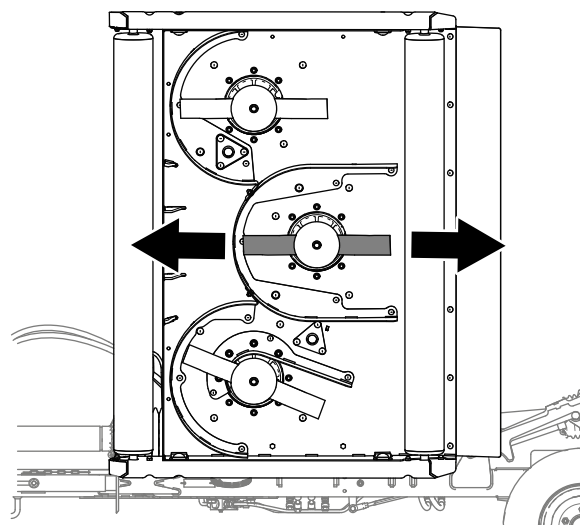

Рисунок 78
1. На каждой деке газонокосилки, на которой вы настраиваете угол наклона, выровняйте нож средней деки, показанный на Рисунок 78.